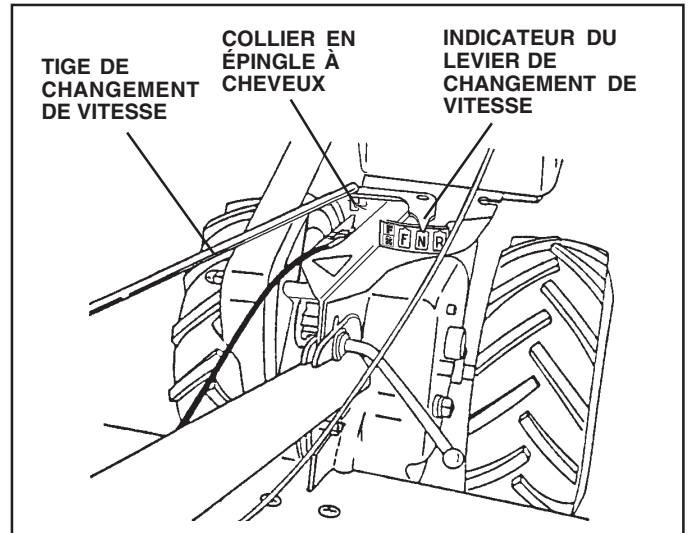

FIG. 7
## RACCORDER LA TIGE DE CHANGEMENT DE VITESSE (Voyez la Fig. 7)
- Assurez-vous que l'indicateur du levier de changement de vitesse soit en position point mort ("N") (Voyez la Fig. 7).